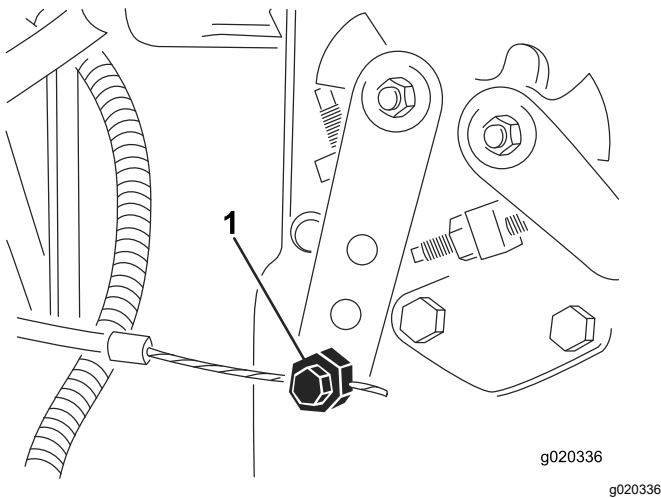

Bild 92
4. Lockern Sie den Anschluss des Bowdenzugs am Arm der Einspritzpumpe (Bild 92).